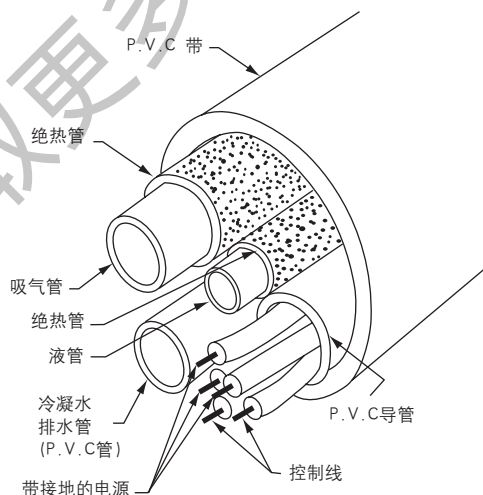

图18
5. 连接管、连接线和排水管安装完毕后，用带子将铜管、电线和排水管（查看当地规定是否允许捆绑）每隔 100mm ~ 200mm 绑束起来。要确保排水管在管束的底部。（如图 18）